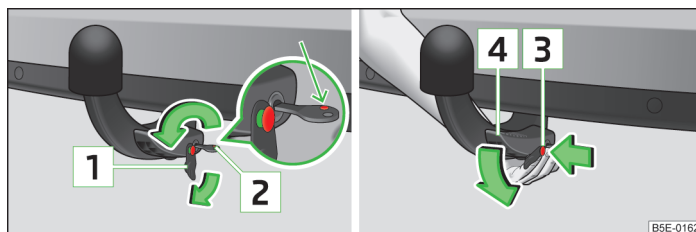

Fig. 146 Déverrouillage de la manette de la boule d'attelage / détachement de la boule d'attelage
- Retirez le cache [1] » fig. 146 de la serrure de la boule d'attelage dans le sens de la flèche.